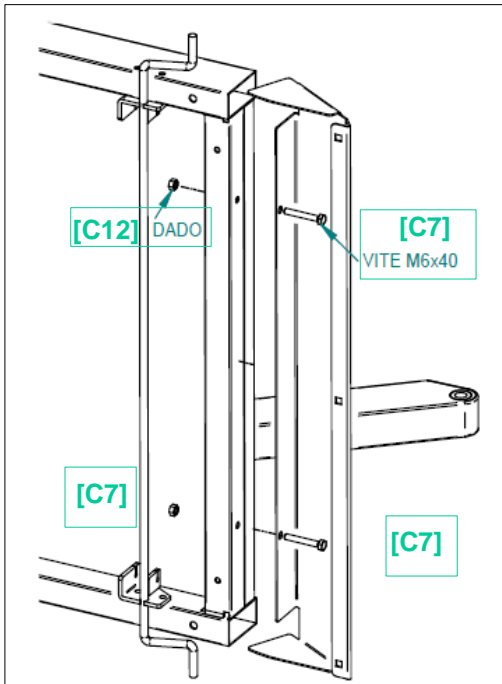

Fig. 1
- 5 Installare le rampe come mostrato (Fig. 1).